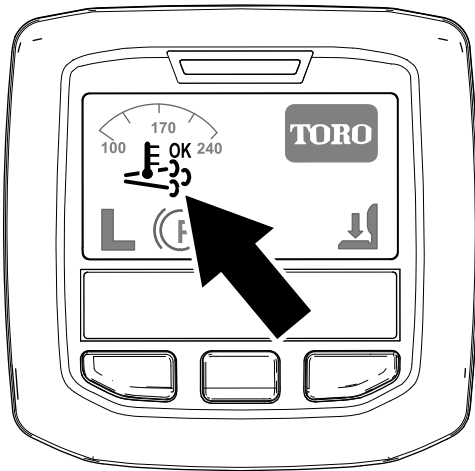

Figura 22
- O ícone da regeneração assistida/de reposição surge no InfoCenter (Figura 22).